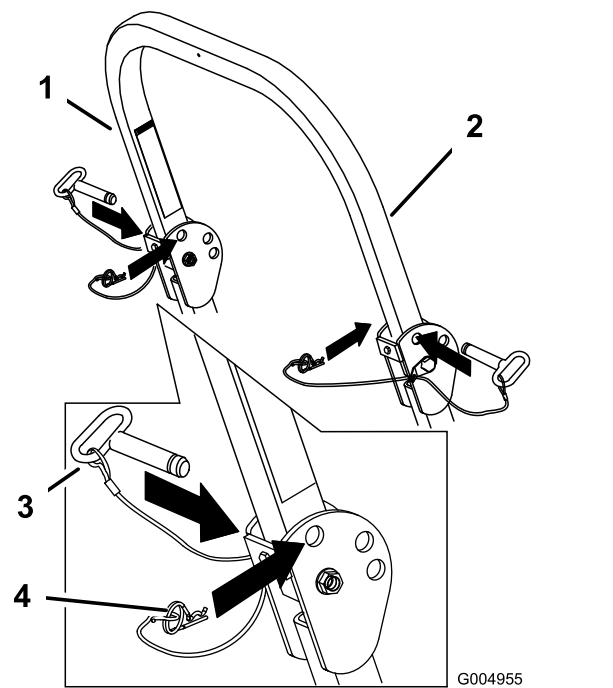

Figura 9
1. Îndepărtați tifturile în formă de agrafă i îndepărtați cele două tifturi (Figura 9).
3. Montai cele două tifturi i fixai-le cu tifturile în formă de agrafă (Figura 9).
2. Ridicați bara antiruliu în poziia verticală, montați cele două i fixați-le cu tifturile în formă de agrafă (Figura 9).